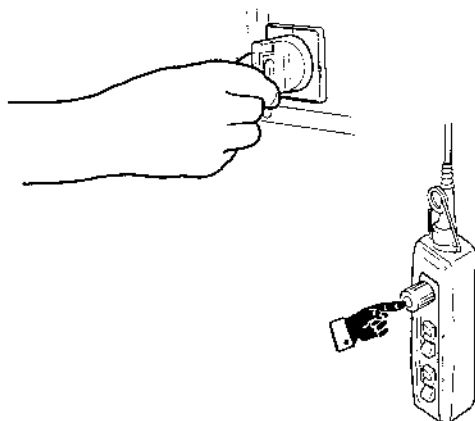

fig. 163
- Mettre le palan hors tension en actionnant le bouton-poussoir d'arrêt d'urgence -1-; mettre le levier de l'interrupteur général en position "O" ou "OFF", se rendre dans la zone de travail, positionner la boîte à boutons de sorte qu'on ne puisse l'utiliser à partir du sol (fig.163)